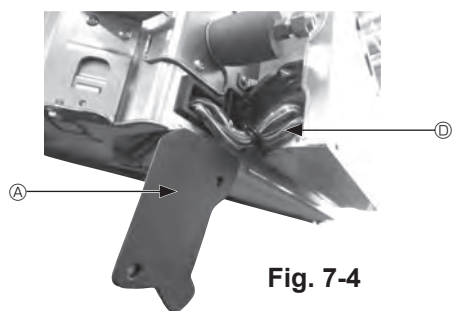

Fig. 7-4
- ① Снимите два винта, крепящих крышку проводов основного блока, а затем откройте крышку.
- ② Проложите провода датчика i-See и приемника сигнала в каналы для проводов в коробке электрических компонентов, как показано на схеме, и вокруг втулки на стороне основного блока. (Fig. 7-4)